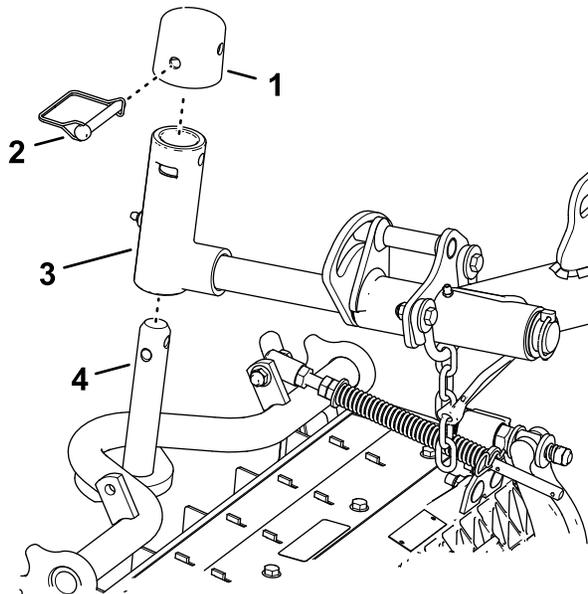

Figura 25
- Deslice una unidad de corte debajo del brazo de elevación (Figura 25).
**Bloqueo del pivote de la unidad de corte para segar en una pendiente** – Bloquee los pivotes de las unidades de corte para evitar que las unidades de corte giren cuesta abajo al segar de través en una pendiente. Utilice el orificio del brazo giratorio (Figura 25) para bloquear la unidad de corte. Utilice la ranura si la unidad de corte es dirigible.